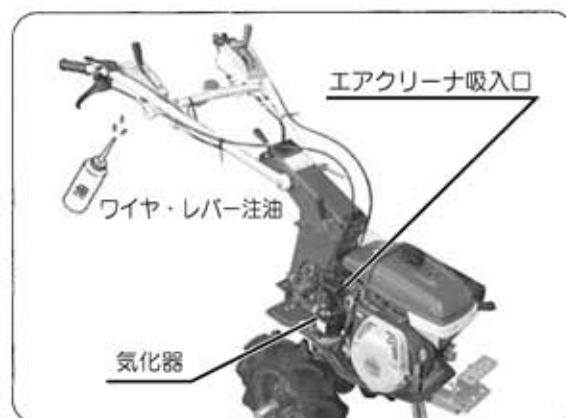

図28
- ② ワイヤ、レバー等の回動、摺動部に注油してください。(図28)